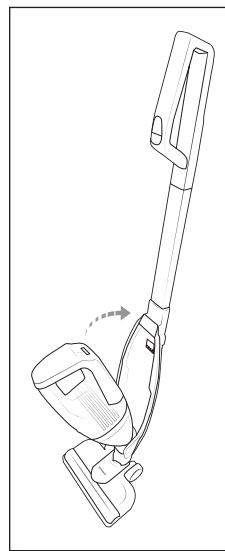

Fig. 3
- 1) Pour relier la partie portable ② au manche ⑪, glissez la pointe de la partie portable ② dans l'évidement de la cavité pour partie portable ⑯ (fig. 3).
- 2) Poussez ensuite la poignée ① de la partie portable ② dans la cavité pour partie portable ⑯ de manière à ce que la partie portable ② s'enclenche et soit bien serrée (fig. 3).